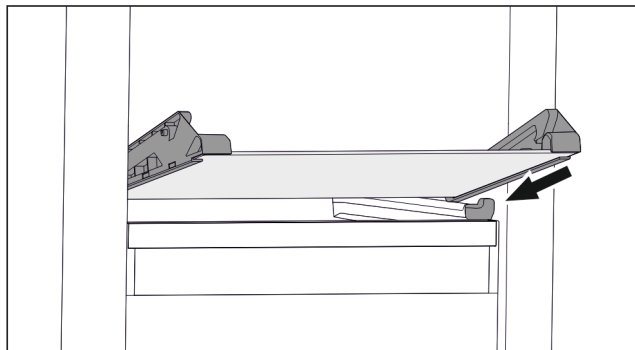

Fig. 64 Tablette en verre du tiroir basculable
- Placer la tablette en verre, en l'inclinant, derrière les butées. (voir Fig. 64)